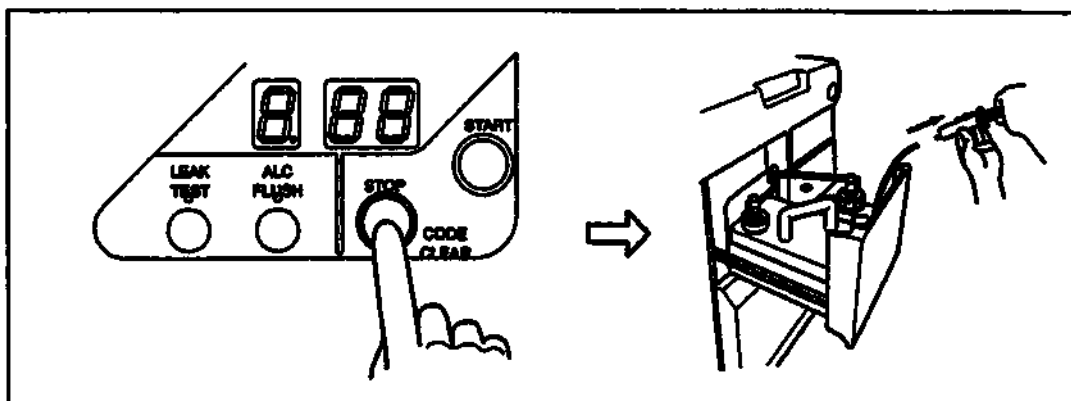

Рис. 4.82
5. Нажмите кнопку «STOP/CODE CLEAR» на главной панели управления для завершения процесса промывания спиртом и отсоедините шприц от вентиляционной трубки (см. рис. 4.82).